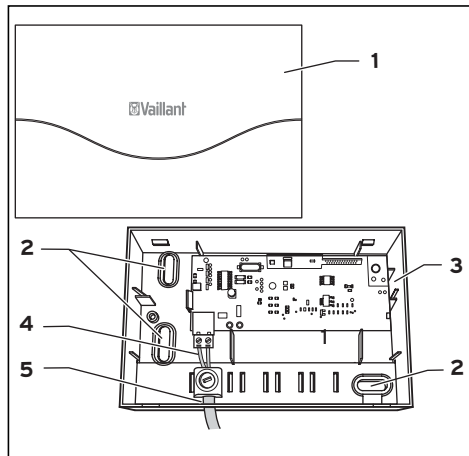

Fig. 9.2 Montaggio del ricevitore
- Staccare il ricevitore (1) dal supporto murale (2).
- Praticare due fori di fissaggio (3) con diametro di 6 mm (come illustrato alla fig. 9.2) ed inserire i tasselli in dotazione.
- Fare passare il cavo di collegamento (4) attraverso l'apposito passacavo (5).
- Inserire il ricevitore (1) nel supporto murale in modo tale che gli spinotti sul retro della parte superiore entrino negli appositi fori.